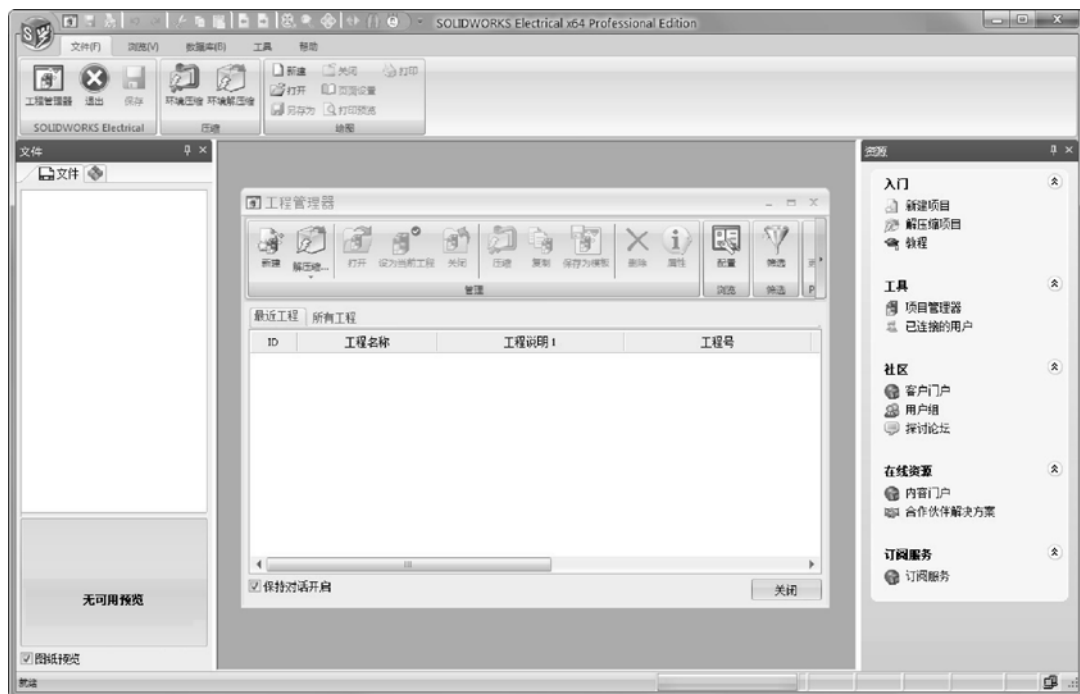
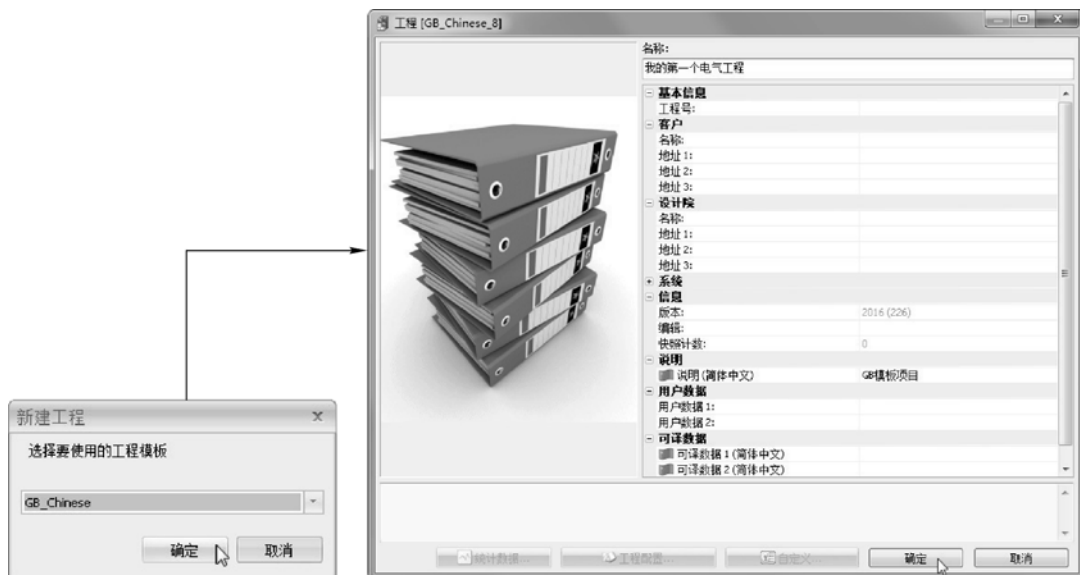

图 7-3 SolidWorks Electrical 第一次启动后的操作界面
图 7-4 新建工程
本节介绍初次接触 Electrical 要进行的基本操作。完成 SolidWorks 2016 的安装、并选择安装 Electrical 后，选择“开始”>“所有程序”>“SolidWorks 2016”>“SolidWorks Electrical”菜单命令，可以启动 Electrical，如图 7-3 所示。
Electrical 启动后，将自动打开“工程管理器”窗口，如图 7-3 所示。这里说明一下，Electrical 使用“工程”来管理电气项目，如一个抽水站的电气项目，可以使用一个“抽水站”工程项目来管理有关这个抽水站的所有电气图样。
如图 7-3 所示,单击“新建”按钮,打开“新建工程”对话框,如图 7-4 所示,选择“GB_Chinese”工程模版(简体中文模版),并在“名称”文本框中输入工程名称,然后连续单击两次“确定”按钮,即可创建一个空白工程。
- “另存为模板”按钮 ：可以将选择的工程保存为模板（即在新建工程时，如图 7-4 左图所示的下拉列表中选择模板），模板中包含当前工程的设置和所有已经绘制的图样（被保存为模板的工程，应处于关闭状态）。